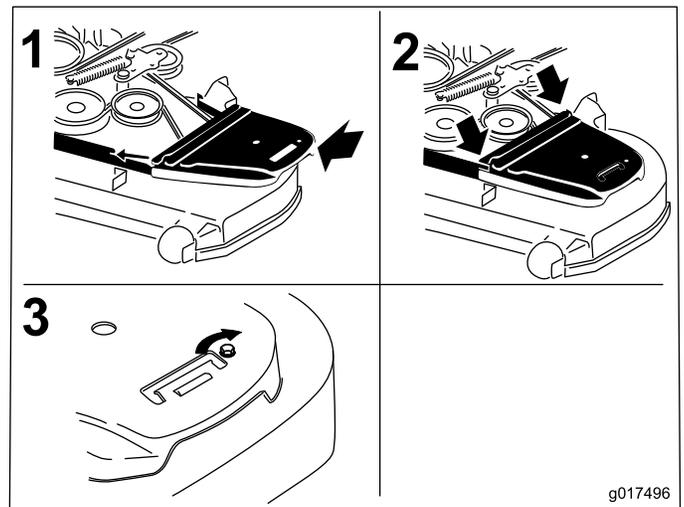

Figure 79
12. Reposez les couvercles de courroies (Figure 79).